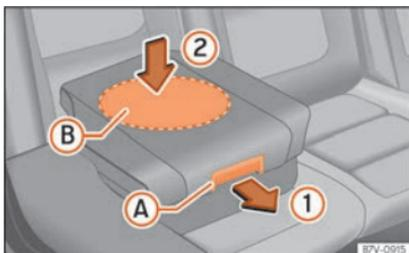

Fig. 99 Siège intégré pour enfants : abaisser l'assise.
- Tirez sur le coussin de siège vers l'avant avec le levier de déblocage »» fig. 99 A dans le sens de la flèche ①.
- Poussez l'assise vers le bas à travers la zone centrale B dans le sens de la flèche ② afin qu'elle s'encastre de manière sûre »» ④. Les supports latéraux se rabattent automatiquement.
Si vous abaissez le siège intégré pour enfants, appuyez uniquement sur le centre du coussin de siège »» fig. 99 ②. Autrement, l'assise pourrait se tordre et ne pas s'encasturer correctement.